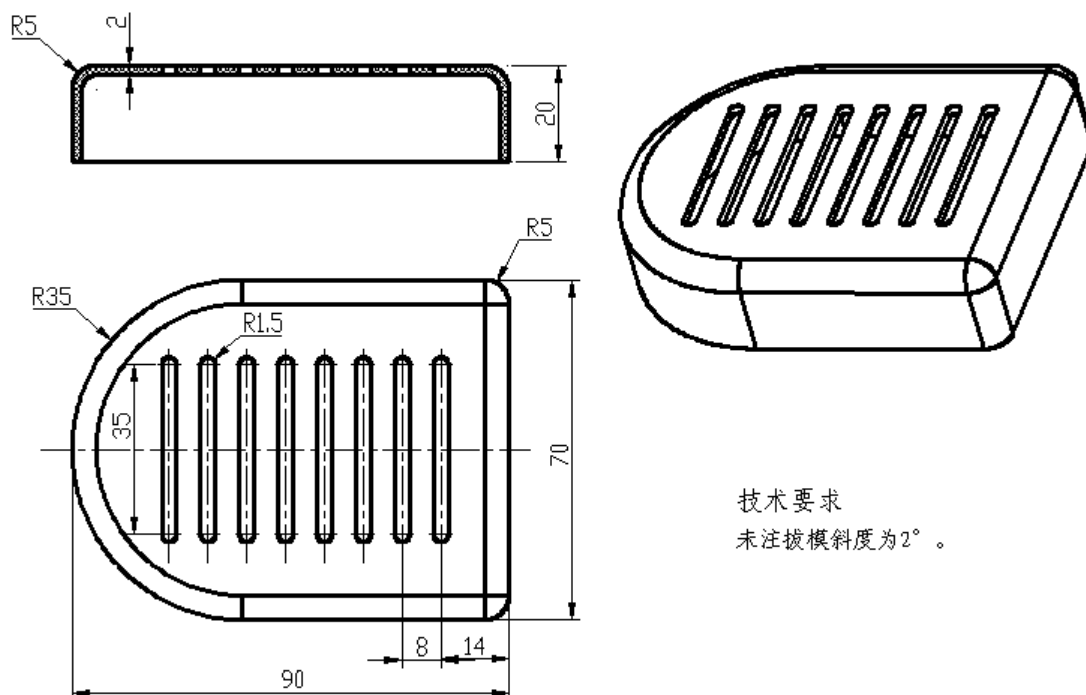

图 2-14 半圆形盖
- (1) 在F盘下建立考生文件夹，文件夹名称为考生准考证号，塑件三维造型及型腔、型芯设计所完成后的文件都存于此文件夹中。
- (2) 根据图2-14对该塑件进行三维造型设计，文件名称为3DSJ。
- (3) 完成该塑件的注射模具型腔、型芯零件设计，一模两穴。
- (4) 分模文件名称为SJFM，型腔（cavity）和型芯(core)。